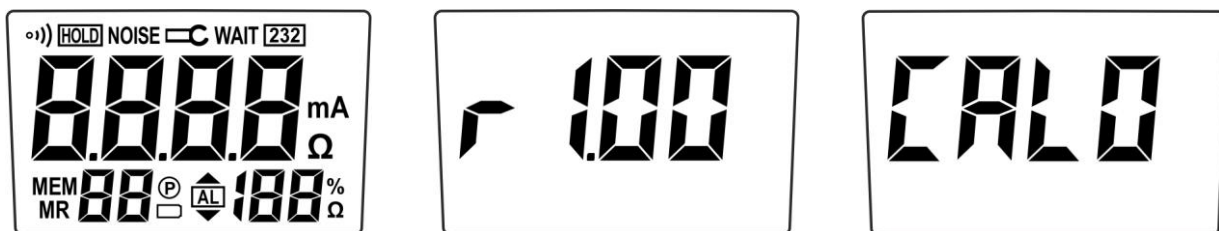

Fig. 3: Secuencia pantallas al encendido del instrumento
- La pantalla con todos los símbolos en el visualizador (ver la Fig. 3 – parte izquierda)
- La pantalla con la versión de firmware cargada (ver la Fig. 3 – parte central)
- El proceso de calibración mostrando una cuenta atrás que va de “**CAL.9**” hasta “**CAL.0**” (vea la Fig. 3 – parte derecha).